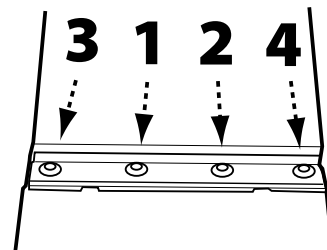

FIGURE 10
- Remettre la barre de serrage et serrer les quatre vis de fixation de la barre de serrage sur le porte-outil. Serrer légèrement chacune des vis de serrage, en veillant à suivre la séquence représentée dans la Figure 10.